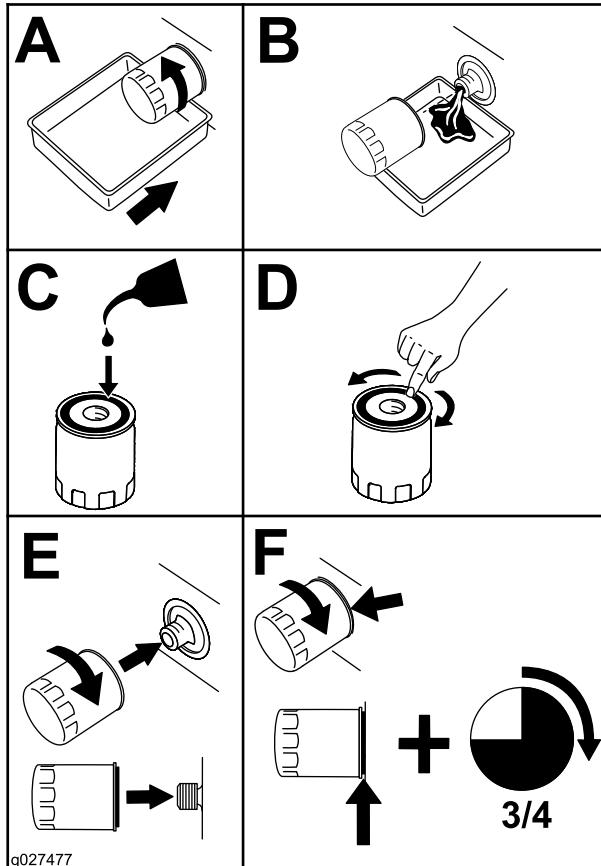

Figura 54
- Sustituya el filtro de aceite del motor (Figura 54).